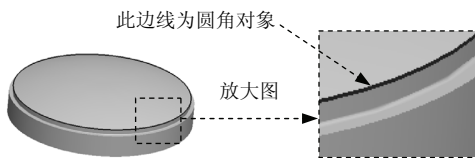

图 7.3 倒圆角 2
Step 3 创建倒圆特征 2。选取图 7.3 所示的模型边线为倒圆对象，输入倒圆角半径值 1。